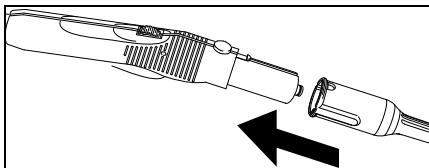

Fig. 6
- Collegare l'accessorio necessario (D1,E1,F1) con la pistola vapore (C1). A tal fine applicare l'accessorio con la parte aperta sulla pistola vapore (C1) e spin-gerlo finché il pulsante di sblocco (C2) della pistola vapore fa clic e si innesta (Fig. 6).